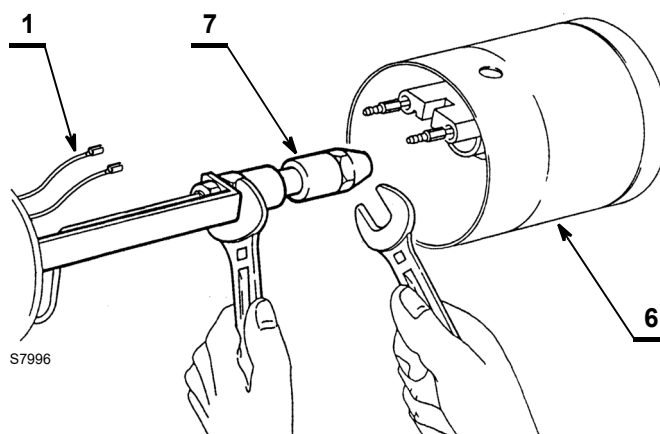

Abb. 21
- Die Düse 7) (Abb. 21) auswechseln während der Düsenstock mit einem Schlüssel festgehalten wird.